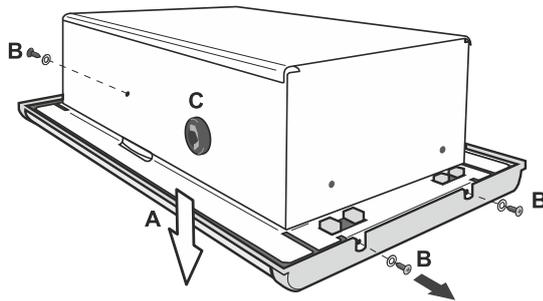

Fig. 1
- Sganciare la griglia frontale (A) rimuovendo le tre viti autofilettanti e relative rondelle (B) che la fissano alla scatola da incasso (fig. 1);
- Aiutandosi con un cacciavite, praticare un foro passante nei passacavo (C) presenti sui lati della scatola.
- Unhook the front grille (A) by removing the three self-tapping screws and the washers (B) securing it to the box for wall mounting (Fig. 1);
- With the help of a screwdriver, make a through hole in each cable gland (C) on the sides of the box.
- Décrocher la grille frontale (A) en enlevant les trois vis autotaraudeuses et les rondelles (B) qui la fixent au boîtier à encastrer (Fig. 1);
- À l'aide d'un tournevis, percer un trou passant dans les passe-fils (C) présents sur les côtés du boîtier.
- Haken Sie das vorderseitige Gitter (A) aus, indem Sie die drei gewindeförmigen Schrauben und die dazugehörigen Unterlegscheiben (B) entfernen, die es am Einbaukasten befestigen (Abb. 1);
- Bohren Sie mithilfe eines Schraubenziehers ein durchgängiges Loch in die Kabeldurchgänge (C) an den Seiten des Einbaukastens.